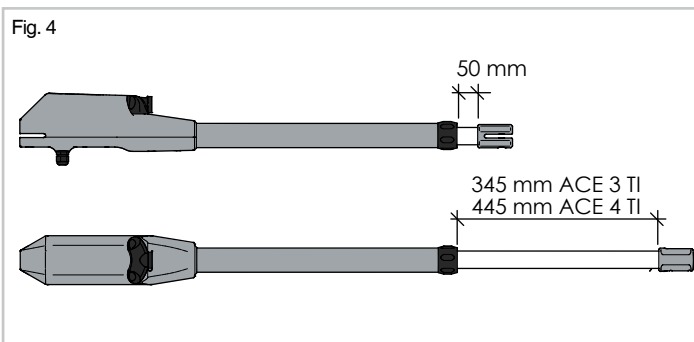

Fig. 4
**Con anta aperta** lo stelo dovrà fuoriuscire minimo di 50 mm. (Fig. 4)